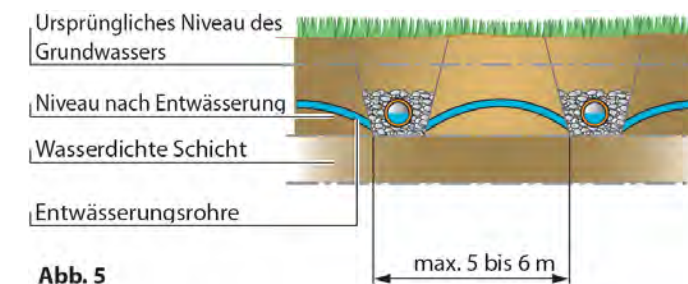

Abb. 5
1. Entwässerungsgräben ausheben. Für eine optimale Entwässerung sollten die AGRODRÄN-Rohre / PVC-Drängung-Rohre im Abstand von höchstens 5 bis 6 m zueinander (Abb. 5) gelegt werden.